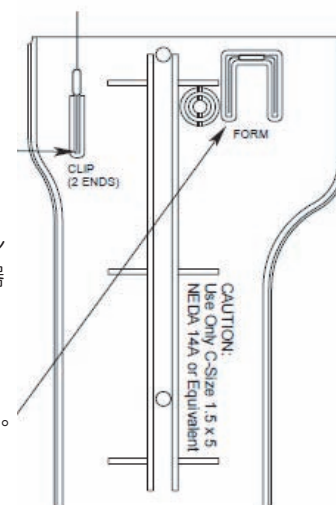

図5
- ⑤ 新しいセンサの取り付け用レジスタをいれ、その後レジスタのリードを切り、電池カバーについている型を使用して曲げる。(図5) リードを短く切りすぎると機能しない場合があるので注意して下さい。
- ⑥ 新しいレジスタをプリント基板に入れ、プローブの先に新しいセンサを差込む。(センサの6つのピンとソケットはシンメトリーなので、センサは2方向に差し込むことができます。ソケットはどの方向に差し込まれてもよいようにワイヤーがついています。)
- ⑦ 電池カバーをつける。
- ⑧ 検知器の試験をする(操作の仕方 2 参照)